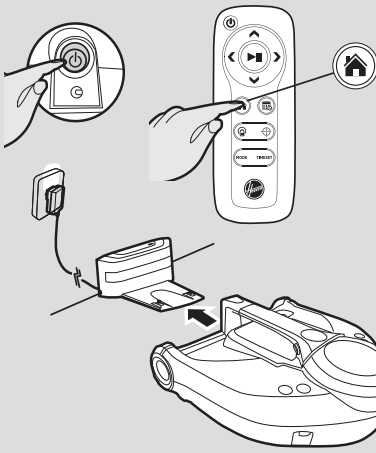

Fig. 4
Encienda el robot aspirador con el interruptor de on/off del lateral (I). **[Fig. 4]** Colóquelo frente a la estación de carga.